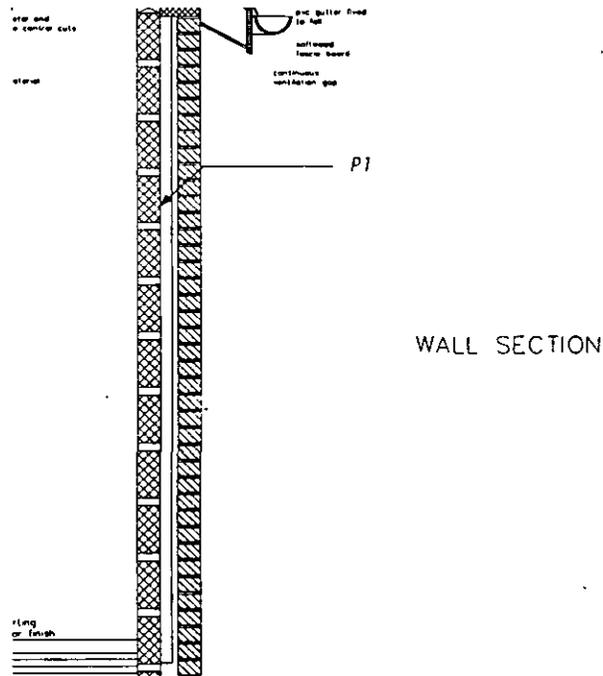

Figura 3-18. Restauración de la vista CAVITY
El dibujo debe ser como la Figura 3-18.
4. Elija el botón Pick Points < y seleccione cuidadosamente un punto del área indicada por P1 en la Figura 3-18.